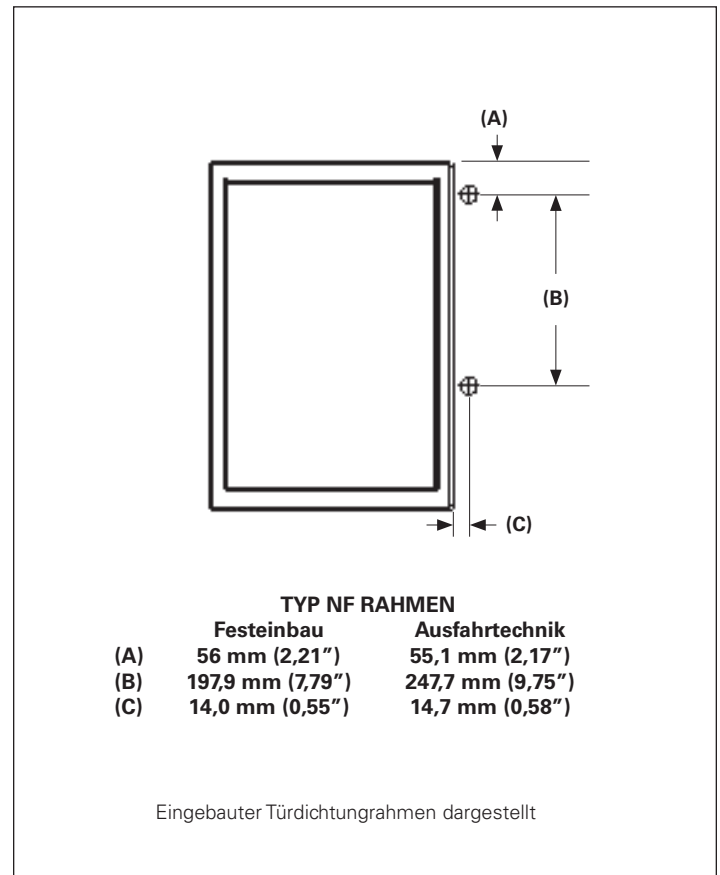

Abbildung 2. Schritt 1
Schritt 1: Bohren Sie ein Löcher mit 6,5 mm Durchmesser in die Schaltschranktür neben den Türdichtungsrahmens (siehe Abbildung 2). Zwei sind erforderlich für NF. Vier sind erforderlich für RF.